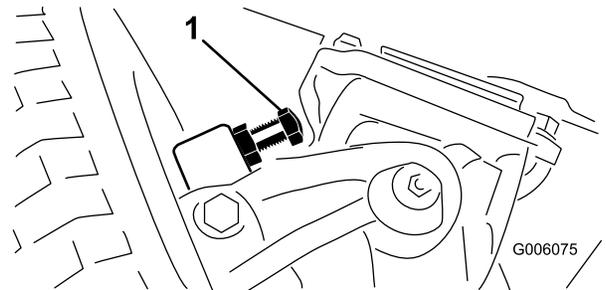

Рисунок 69
1. Заверните или выверните болты так, чтобы получить зазор 0,23 см; см. раздел Рисунок 69.